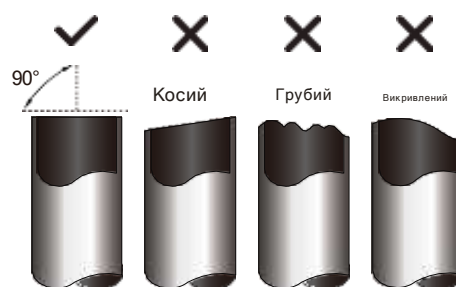

Рис. 5.1
- Переконайтеся, що трубу розрізано під ідеальним кутом 90°. Відноситься до Рис. 5.1 для поганих прикладів.